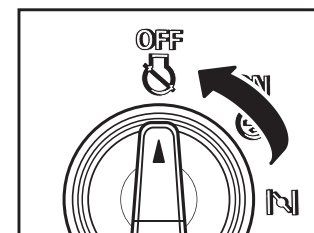

Figura 8
4. Gire la llave de encendido a la posición **"OFF"** (Figura 8).